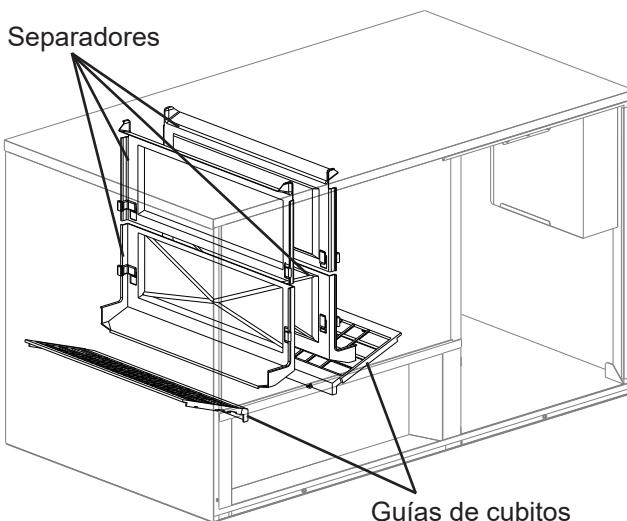

Fig. 9
- 4) ¿Se han retirado la caja de transporte, la cinta y el material de embalaje de la máquina de hielo? ¿Las guías de cubitos se encuentran en sus posiciones correctas? Consulte la Fig. 9. ¿Están los separadores situados entre los bancos de los evaporadores bien sujetos a sus clips de sujeción?